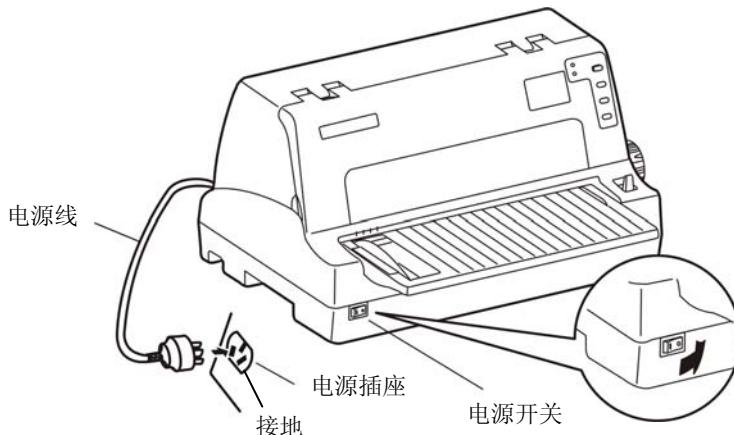

图 2-15 连接电源线
1. 如图 2-15 所示, 确保打印机为关机状态 (当开关按下一侧在 “O” 标注处时为关机状态)。